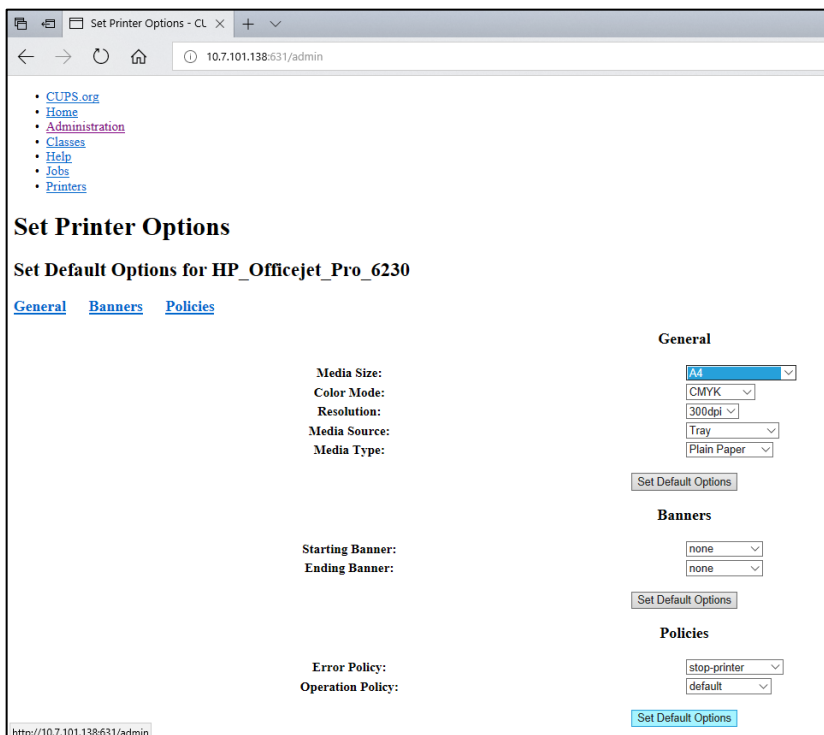

図 104.正しい用紙サイズを選択。
7. 用紙サイズが正しくないと印刷できないプリンターもあるため、正しい用紙サイズ（「A4」など）を選択します。次に、**Set Default Options**（F103 初期設定オプションを設定）を押してこの選択を保存します（図 104）。